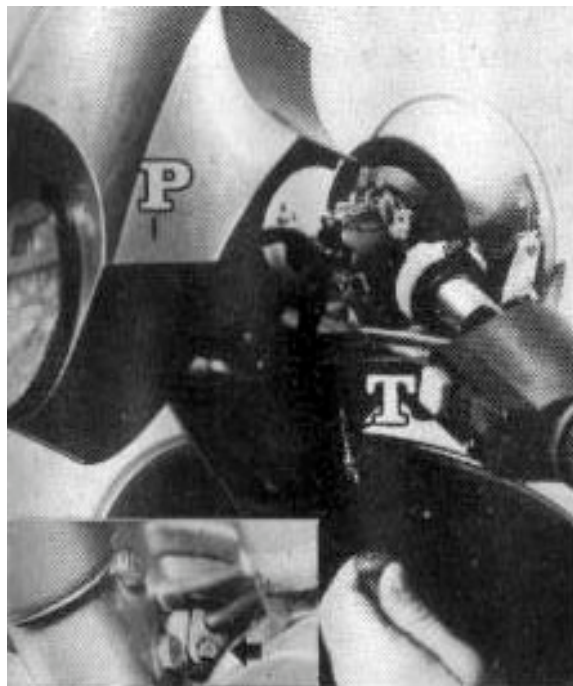

Fig. 35
- Aflojar la transmisión del cuenta-kilómetros de su alojamiento en el cubo rueda delantera (piñón reenvío Fig. 35).